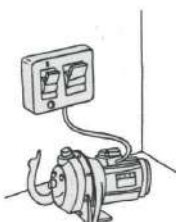

Рис. 11
- Подсоединение должно быть выполнено с использованием многополюсного контакта. Для дополнительной защиты необходимо установить дифференциальный выключатель с током отсечки $0,03 A$ (см. рис. 11)